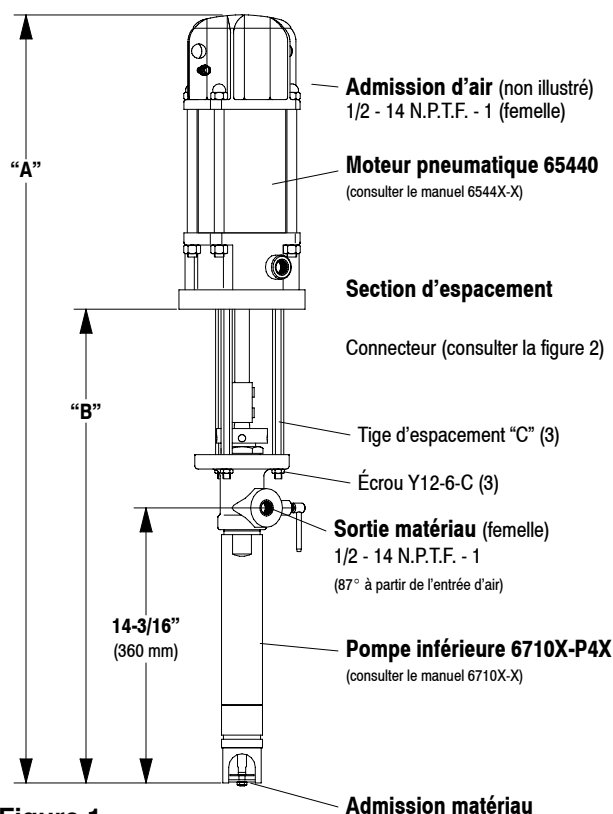

Figure 1
- Retirer les trois écrous des trois tiges d'espacement (figure 1).
- Aligner le piston plongeur du corps inférieur avec la tige de piston du moteur pneumatique. REMARQUE: Disposer l'entrée d'air du moteur pneumatique à 87° de l'orifice de sortie de liquide (consulter la figure 1).